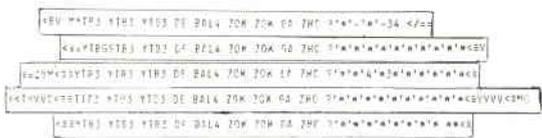

figura 15
- 10,30 MHz 23h30' Staz. commerciale (figura 15)